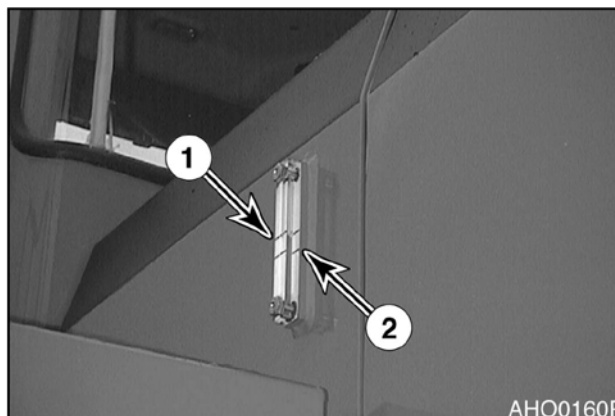

Рис. 9
4. Проверить смотровой указатель, прикрепленный к гидравлическому баку. Уровень масла должен находиться между верхним (1, рис. 9) и нижним пределом (2) на смотровом указателе.
7. Долить масло до нужного уровня с проверкой по смотровому указателю (рис. 9).